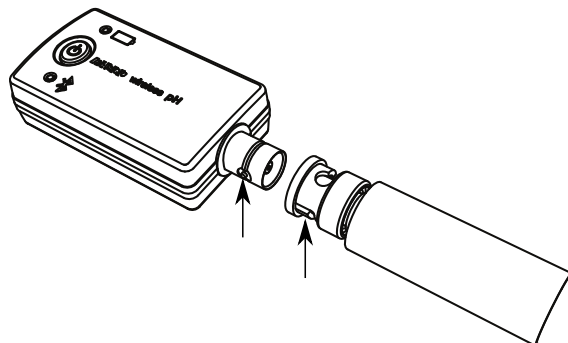

Figura 1. Aliniați urechile de pe conectorul BNC al senzorului cu fantele de pe conectorul BNC al sondei de pH.
1. Aliniați urechile de pe conectorul BNC al senzorului cu fantele de pe conectorul BNC al sondei (Figura 1).